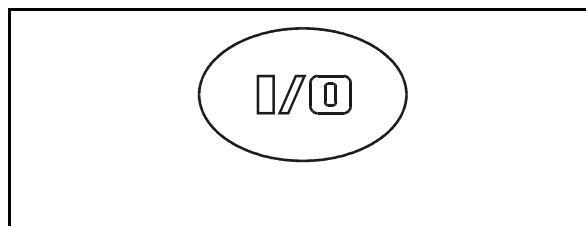

Рис. 88
ВКЛ. (I) / ВЫКЛ. (O) (Рис. 88). При помощи этой клавиши Вы включаете и выключаете **AMATRON+**.